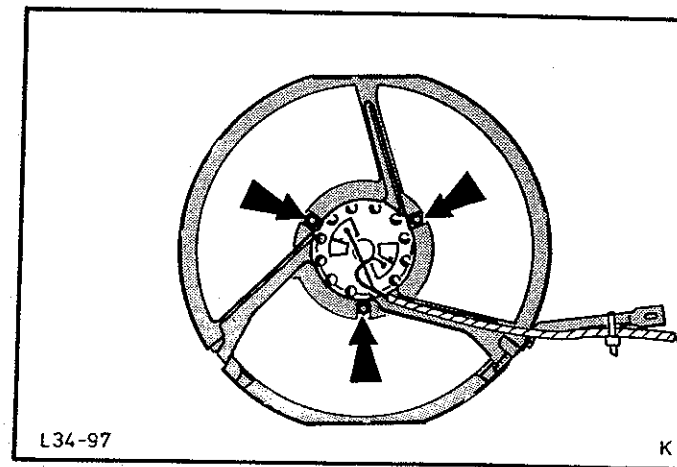

Abb.61 Lüftermotor an Halter anbauen
5. Lüftermotor an Halter anbauen, Abb.61, (3 Schrauben), und Lüfter an Motor anbauen, (1 Mutter mit Linksgewinde!)